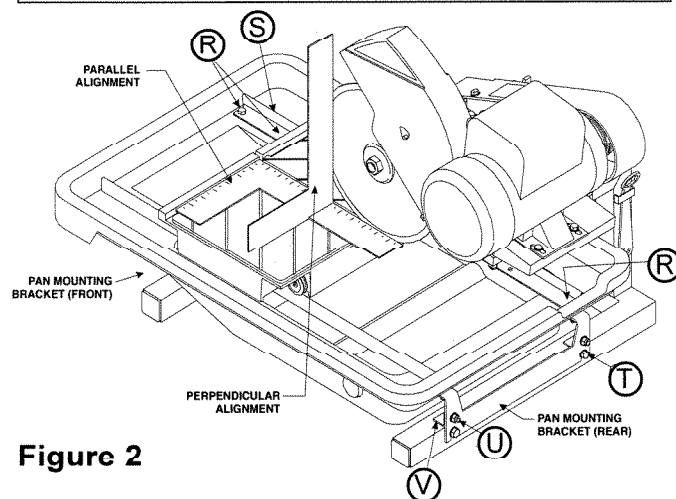

Figure 2
2. Vérification du parallélisme (Voir Figure 2)
- * Desserrer les six (6) fixations (R) de positionnement des deux (2) rails (S) de manière que les deux rails puissent se déplacer. Déplacer une (ou les deux) extrémité(s) d'un rail jusqu'à ce que l'équerre soit au ras du disque. Serrer les fixations de ce rail et revérifier l'alignement. Une fois l'alignement obtenu, avancer et reculer le chariot pour positionner le second rail. Serrer les trois fixations restantes.
3. Vérification de l'alignement perpendiculaire (Voir Figure 2)